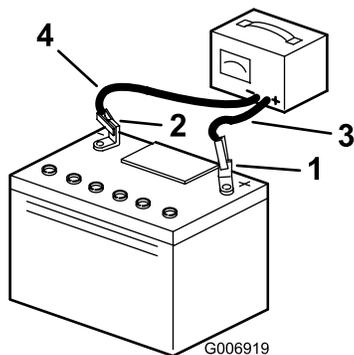

Figura 27
- Scollegate i cavi del caricatore dai poli della batteria (Figura 27).